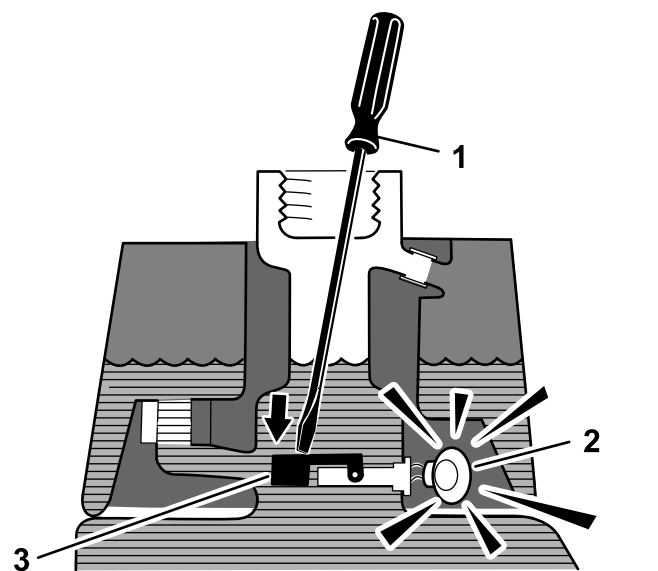

Figure 42
3. Introduisez une tige ou un tournevis propre dans le goulot du réservoir et enfoncez doucement le contacteur à flotteur (Figure 42) ; l'alarme devrait se déclencher au bout d'une seconde.